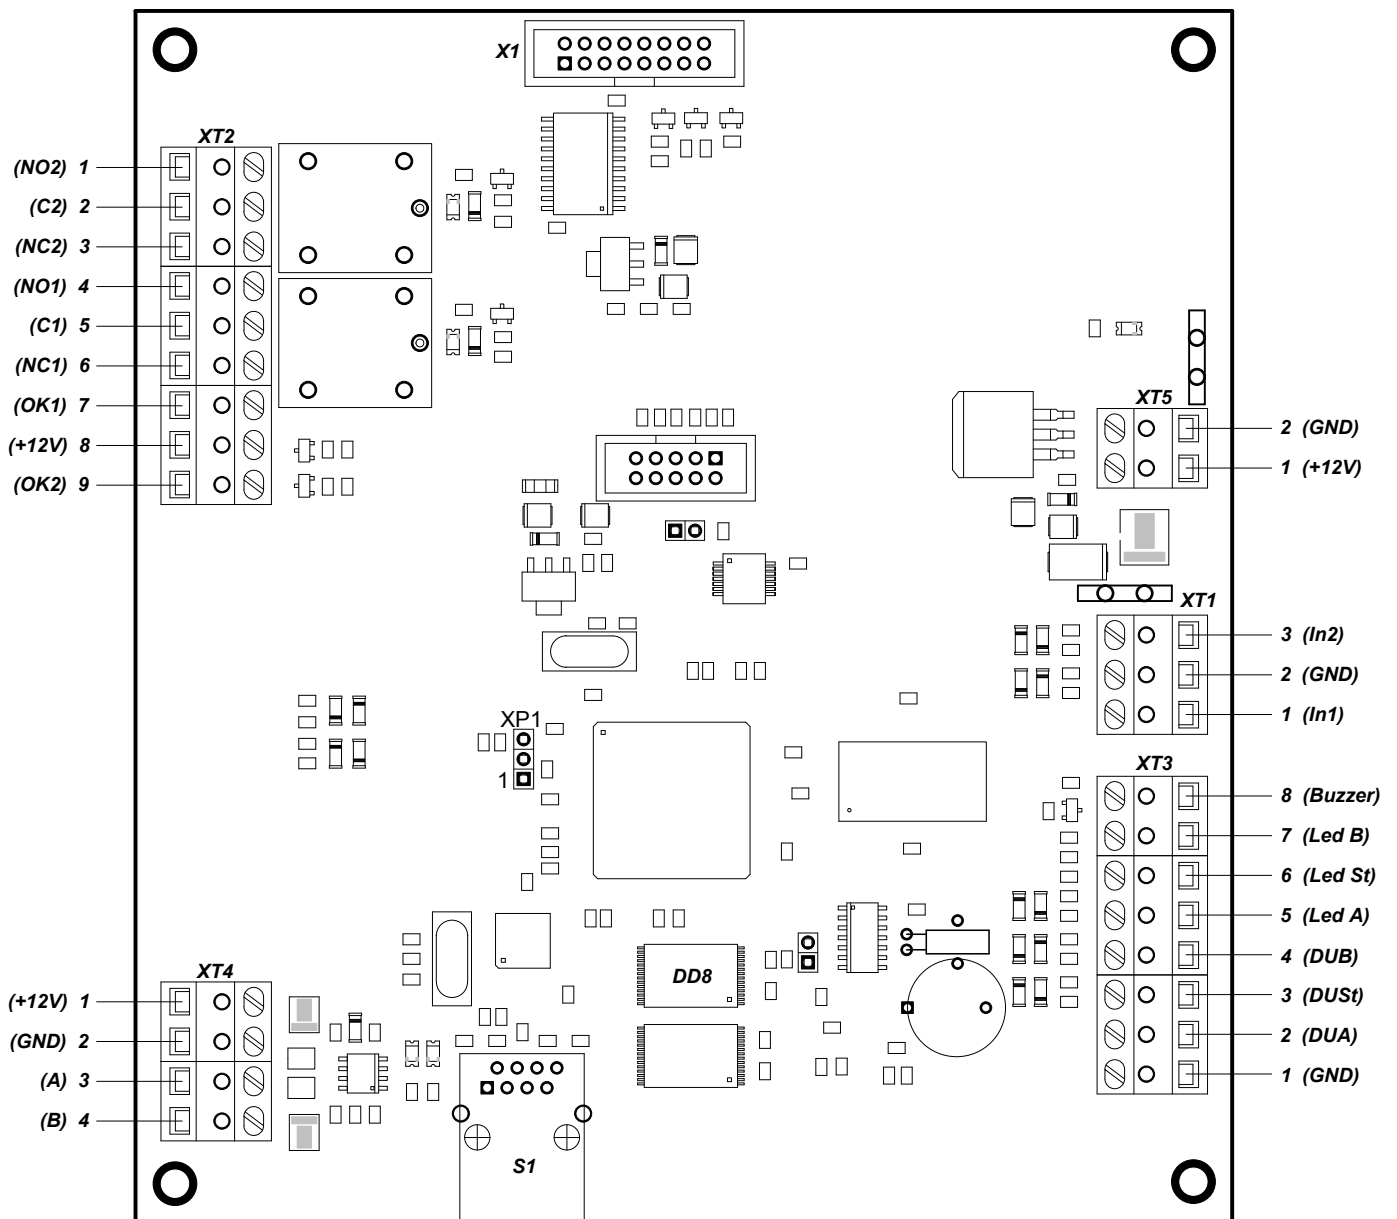

Рисунок 3.1 — Внешний вид платы контроллера *PERCo-CT02 2-01* (у контроллера турникета *PERCo-CT02 1-01* отсутствует микросхема DD8)
5.2.5 На плате контроллера *PERCo-CT02* (рисунок 3.1) расположены: